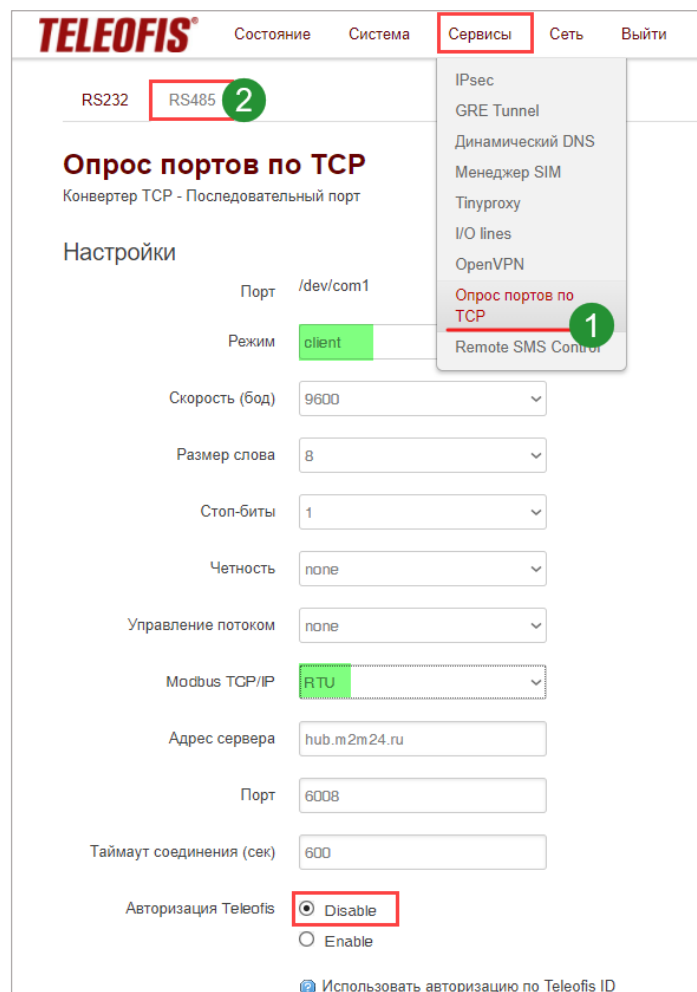

Рис. 39. Преобразование RTU/ASCII-TCP.
1. Откройте меню **Сервисы -> Опрос портов по TCP (1)**.
2. Выберите интерфейс подключения: **RS-232** или **RS-485 (2)**
- для режима **Клиент** – параметры последовательного порта, адрес сервера, порт и таймаут соединения. **Внимание!** Режим Modbus не работает при использовании облачного сервера m2m24.ru. При выборе режима Modbus отключайте авторизацию по протоколу Teleofis установкой флажка **Disable** (Рис. 39).